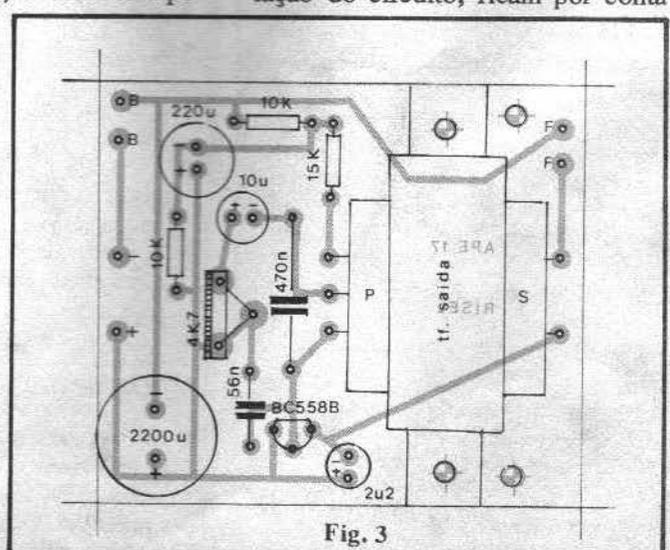

Fig. 3
A colocação e posicionamento dos componentes sobre a face não cobreada da placa estão claramente mostrados na fig. 3, que traz o "chapeado" da montagem. Observar com atenção a **posição** do transistor (referenciada pelo lado "chato" do componente), as polaridades dos capacitores eletrolíticos (normalmente marcadas no corpo do componente, ou codificada através do **comprimento** dos seus terminais - ver TABELÃO) e as posições relativas do primário (P) e secundário (S) do transformador (o primário apresenta 3 fios, e o secundário apenas 2...).